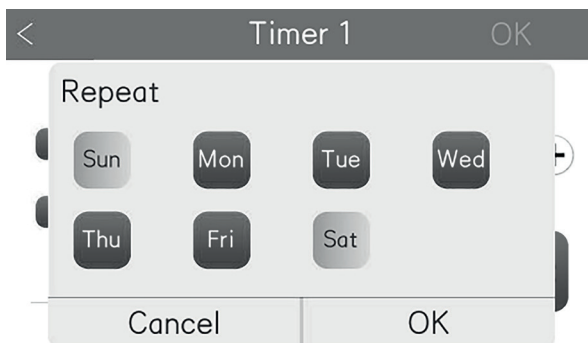

Fig. 5.7 Impostazione ripetuta per Timer settimanale
- Cliccare su pulsante  , per entrare nell'impostazione ripetuta (Fig. 5.7).